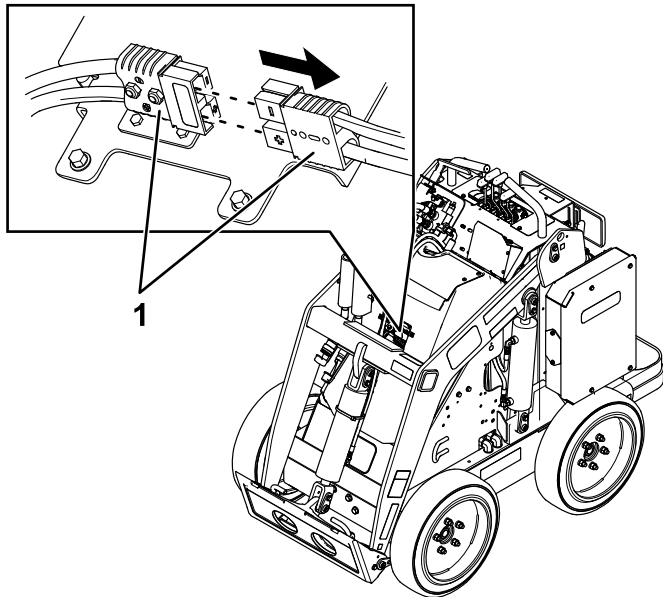

Figure 29
Avant de faire l'entretien de la machine, débranchez-la de l'alimentation en débranchant les connecteurs d'alimentation principale (Figure 29).
5. Séparez les 2 connecteurs d'alimentation (Figure 29).